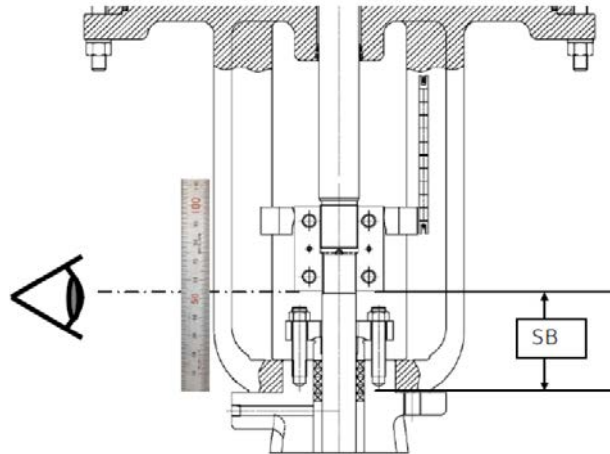

Figura 1 - Vista del morsetto diviso
5. Posizionare il morsetto diviso con lo spazio tra il morsetto diviso e il bonnet (SB) come mostrato nella Tabella 3 a pagina 10. Se il morsetto diviso non si incastra correttamente con entrambi gli steli, estendere leggermente lo stelo dell'attuatore fino a ottenere l'allineamento e l'incastro (Figura 1).